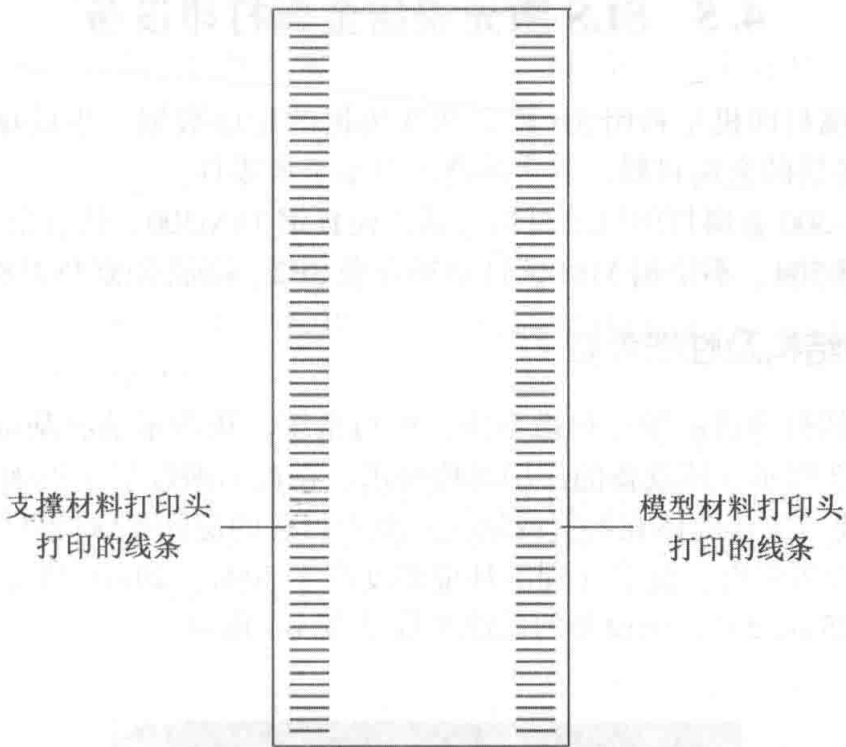

图 4-71 样本图样测试
(1) 请确保成型托盘为空。
(2) 准备一张粉红色的纸, 大小约为 21cm×14cm。A4 或信纸的一半。
(3) 在打印机中, 将粉红色纸粘在成型托盘中心。
(4) 按 F3 或打开选项菜单并选择“图样测试”, 如图 4-71 所示。
(5) 仔细检查测试纸, 看看是否缺失线条。若缺失太多线条, 尤其是当这些线条处于相同区域时, 说明生产模型时打印的质量会很差。